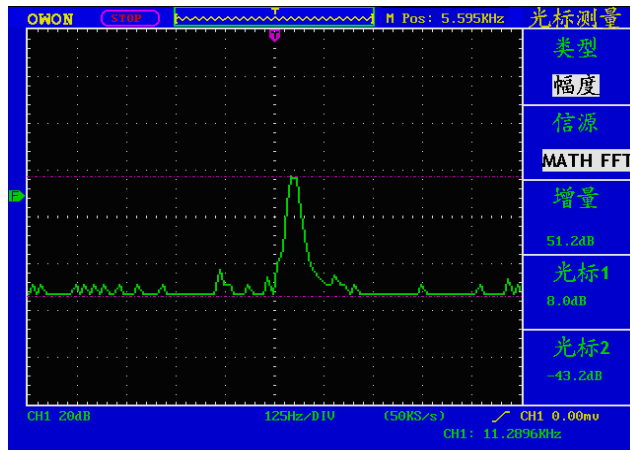

图5-49：幅度光标测量波形
- 3、根据被测波形调整**光标1**、**光标2**的位置，增量窗口显示光标1和光标2电压幅度差值的绝对值。光标1窗口显示光标1当前的位置，光标2窗口显示光标2当前的位置。见图5-49：